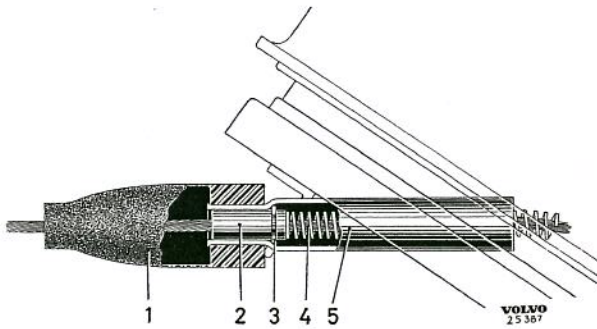

Bild 33. Vajerstyrning.
2. Träd vajern och styrhylsan genom stödet i karossen och vidare genom röret i bromsskölden samt montera låsbrickan (3) och för in styrhylsan i sitt läge, se bild 33. Montera vajern till hävarmen. Kräng på gummikåpan.